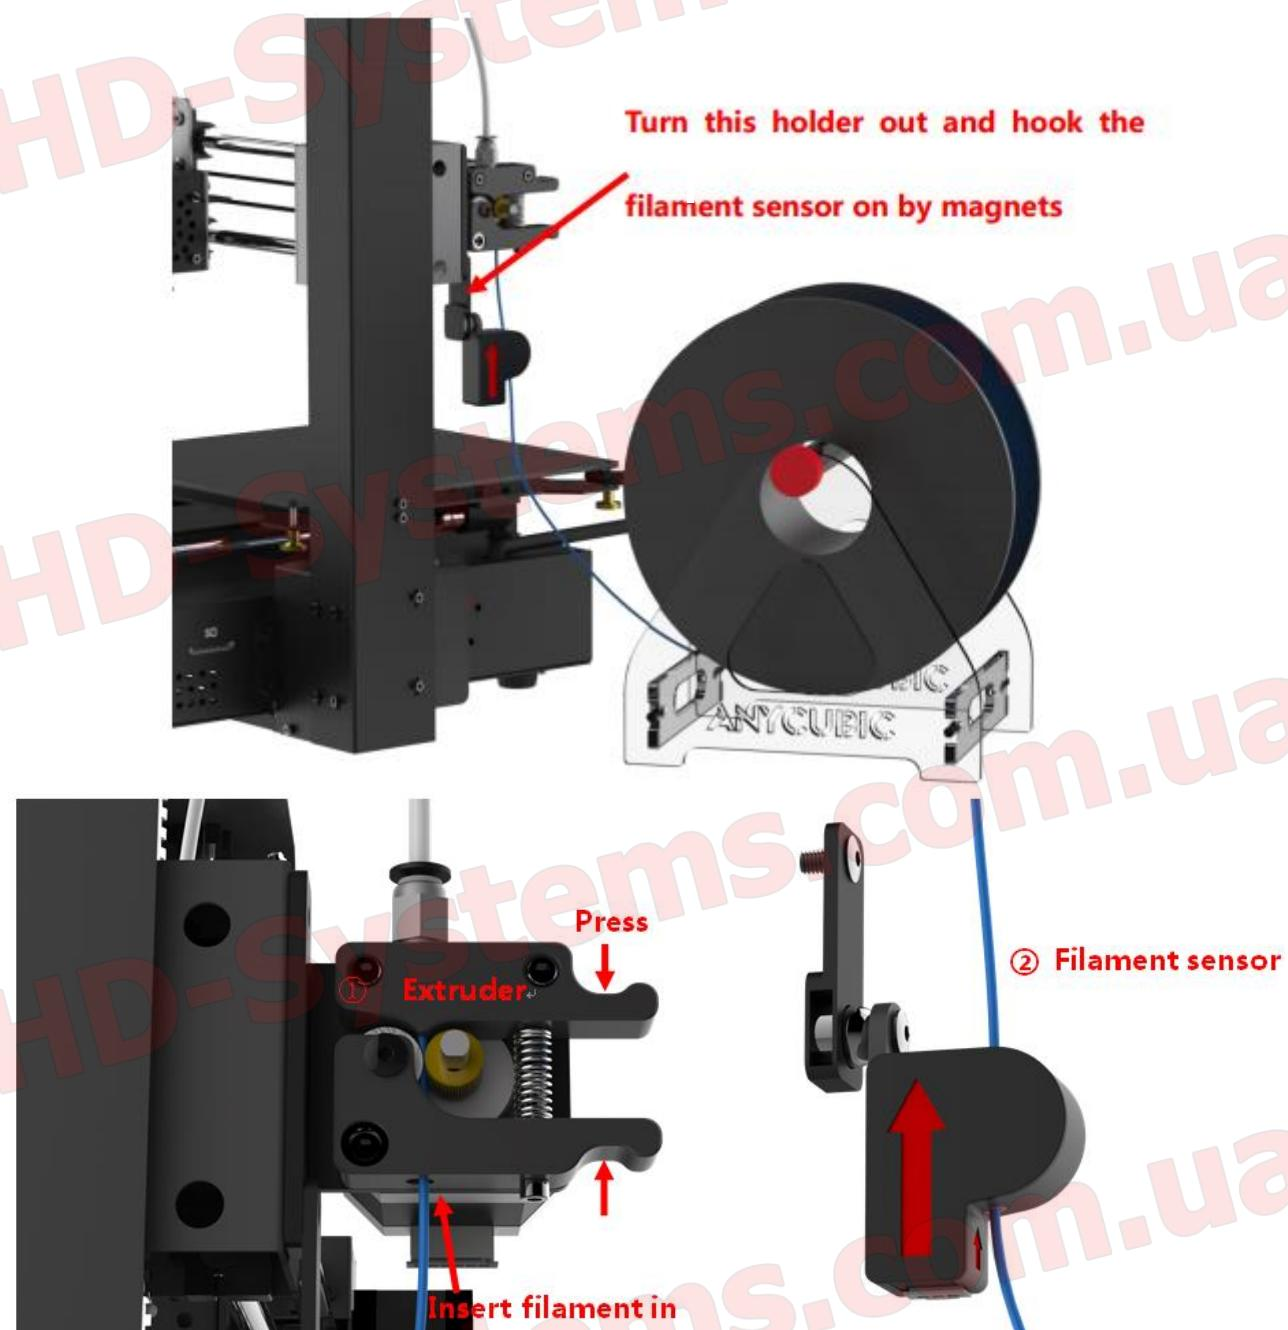

Figure 6
- (2) Как показано на рис.6, установите вручную катушку с нитью в держатель катушки. Протяните нить через датчик нити. Вставьте нить в экструдер и Тефлоновую трубку, но не полностью вставляйте ее в экструдер (до предварительного прогрева экструдера).
- Пока поднимается температура, пожалуйста, вручную вставьте нить через тefлоновую трубку в экструдер. (См. предыдущий Рис.6)